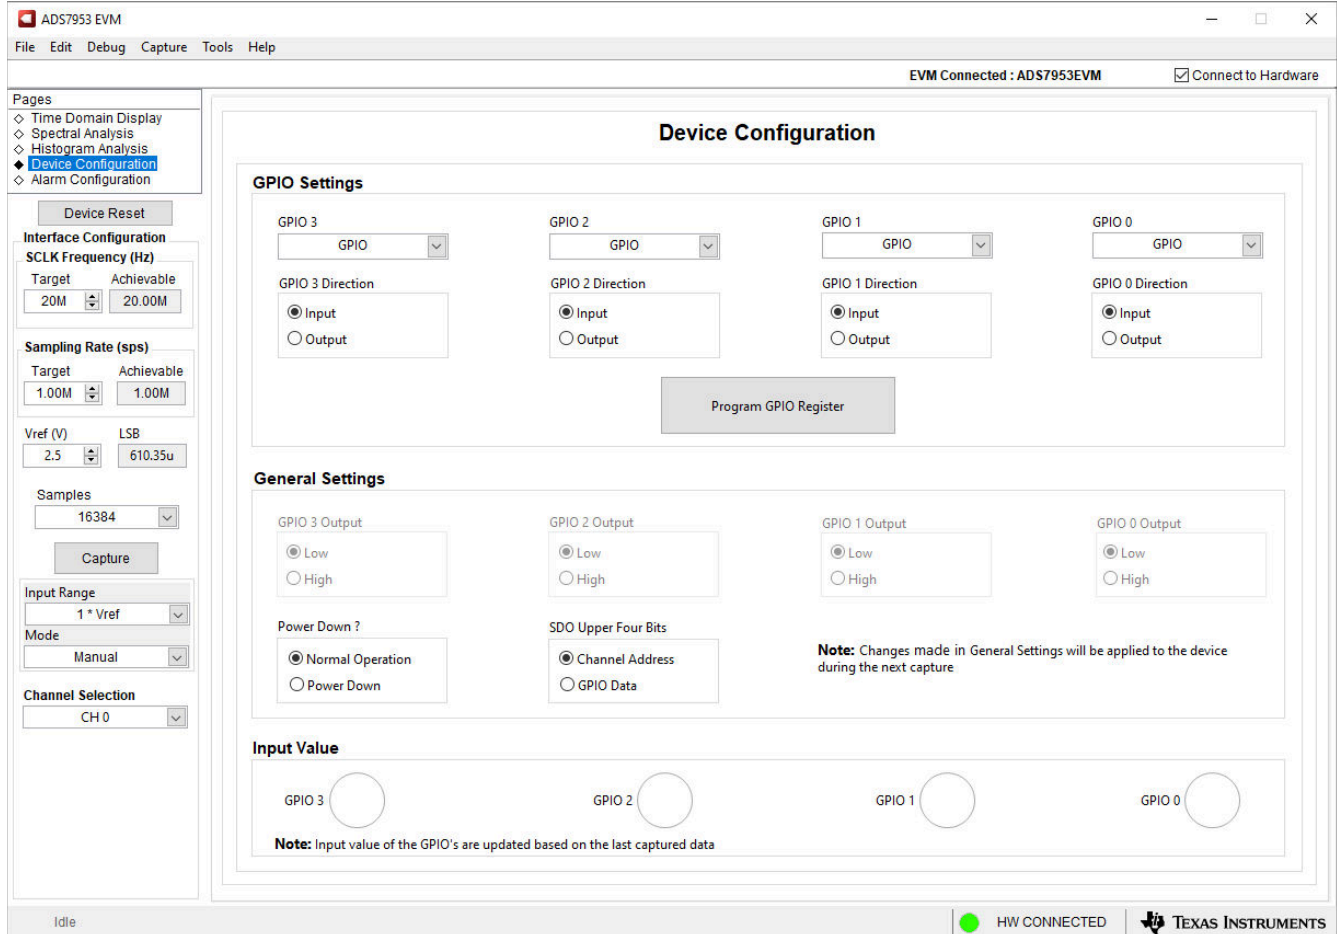

图 6-6. 器件配置页
*Device Configuration* 页面用于配置 ADS7953 ADC 提供的 GPIO 和常规设置。ADS7953 器件有四个 GPIO 引脚，这些引脚可以单独配置用于各种功能，例如通用输入 (GPI)、通用输出 (GPO)、断电输入、器件范围输入和警报阈值。并非所有 GPIO 都能够提供每种功能。有关更多详细信息，请参阅 ADS7953 数据表 的 *GPIO 寄存器* 部分。可以使用下拉菜单选择这些 GPIO 功能。GPIO 方向可以配置为输入或输出。这些 GPIO 设置可通过点击图 6-6 所示的按钮来编程到 ADC 中。
也可以在此页面中配置图 6-6 中所显示的常规设置。如果 GPIO 配置为 GPO，则输出可以由用户控制为逻辑 0 或 1。常规设置下面是四个可视 GPIO 警报，当 GPI 输入值等于逻辑 1 时，这些警报会亮起。